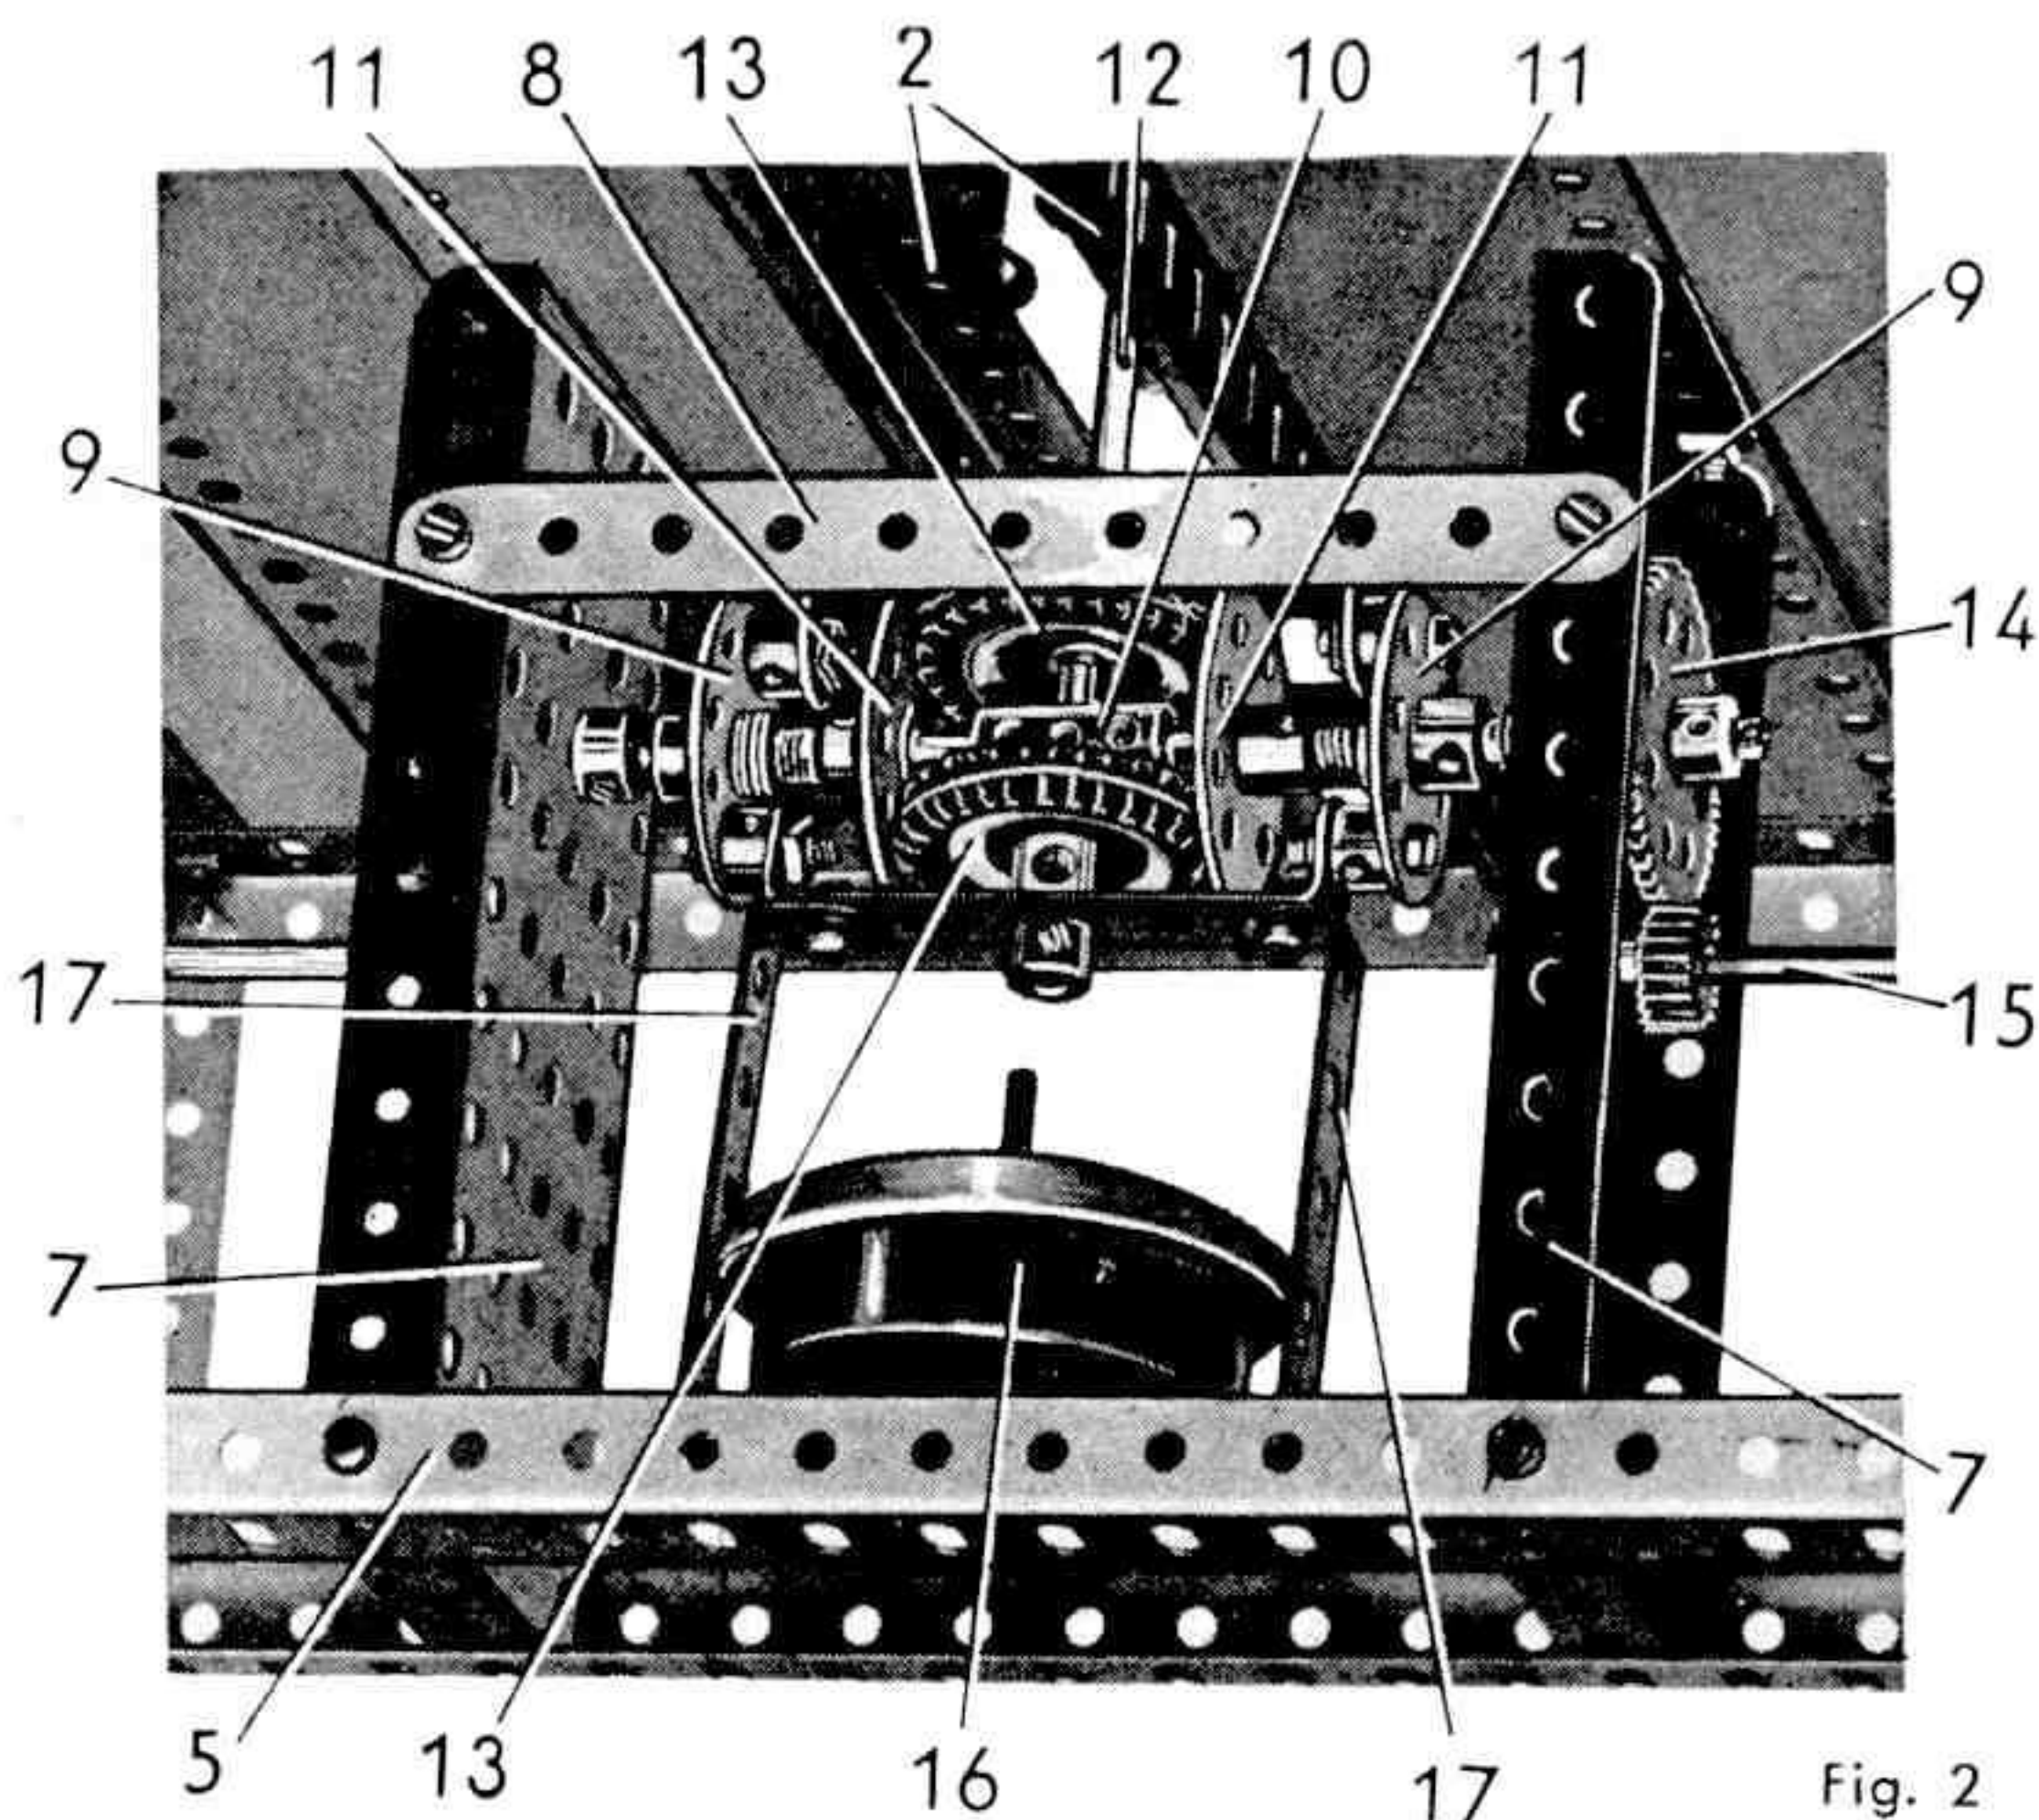

Fig. 2
De grands goussets d'assemblage sont fixés à la jonction des cornières (3) et (4) pour étayer l'ensemble. Deux cornières de 25 trous (5) sont tenues par des équerres entre les cornières (3), au centre de la base. Sur deux côtés opposés du modèle une cornière de 11 trous (6) est fixée verticalement entre la cornière (1) et la cornière (2). Deux plaques à rebords de 14×6 cm. (7) sont montées sur les cornières (5) et leurs bords supérieurs sont boulonnés sous le plancher du ring. Les deux plaques sont assemblées de chaque côté par une bande de 11 trous (8). Un différentiel (fig. 2) est construit entre deux roues barillets (9) réunies par deux bandes coudées de 60×12 mm. Une bague d'arrêt est passée sur chaque boulon de 12 mm. assurant la fixation. Une tringle de 7,5 mm. tourne librement dans chaque roue barillet (9) et l'extrémité des tringles est engagée dans un accouplement (10). Chaque tringle porte, entre l'accouplement (10) et la roue barillet (9) une seconde roue barillet (11) qui, elle, est bloquée sur la tringle. Trois rondelles et un ressort de compression sont passés sur la tringle entre les roues barillets (9) et (11).